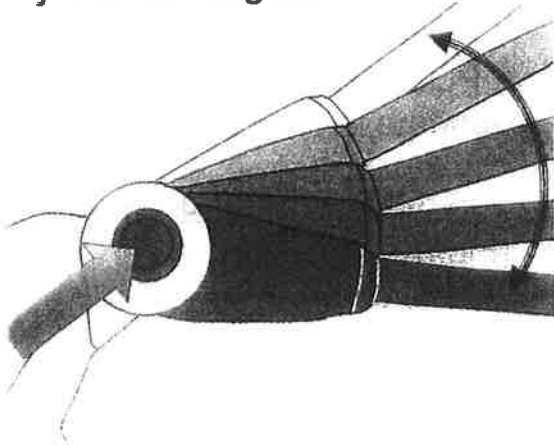

Fig.7
8.2 Ajuste de la longitud telescópica (Fig.7)
- 1. Retirar el enchufe de la red eléctrica, Pulse el mando giratorio (7) en la carcasa del motor, y luego gire la vivienda a la posición del borde. (Fig.7)